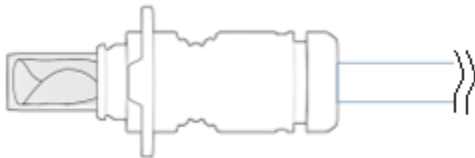

Abbildung 6. Überprüfung des Implantats (mit Ladekanüle)
- Die Unversehrtheit des Implantats (in der Ladekanüle) visuell überprüfen. Es darf keine Knicke, Falten oder Risse aufweisen (siehe Abbildung 6).